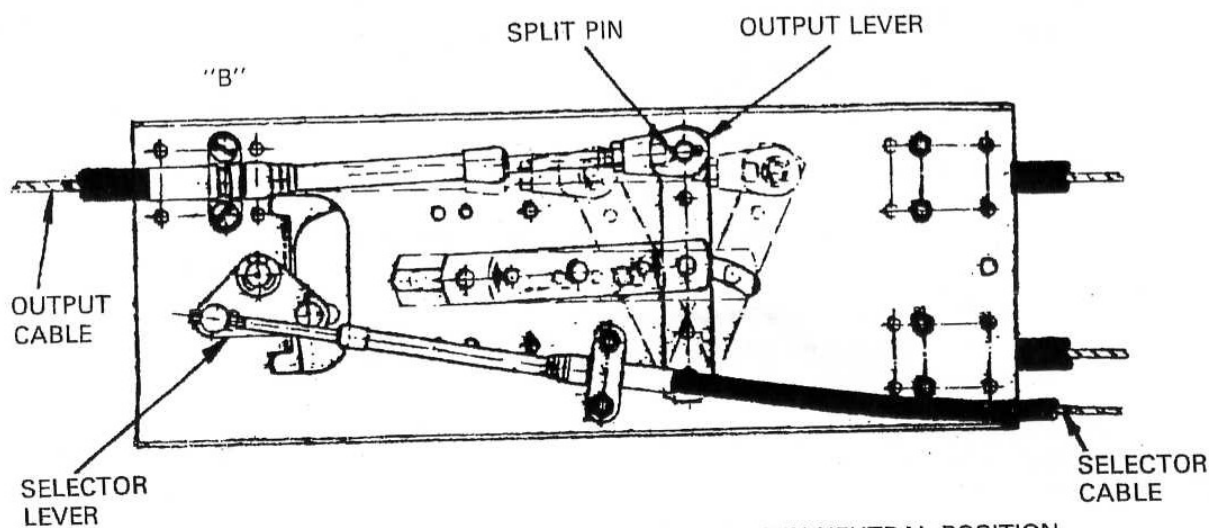

FIGURE 3. REAR VIEW OF UNIT IN NEUTRAL POSITION
- 4) Проложите исходящий трос Д/У от адаптера к рычагу реверса двигателя. Удалите шплинт с исходящего рычага. Закрепите исходящий трос Д/У в позиции «В», используя пластиковые колодки (plastic cable clamp) винты М5 и гайки, имеющиеся в комплекте (рис 3 и 2). Установите оставшийся наконечник с отверстием на трос, отрегулировав его таким образом, чтобы добиться необходимой величины его перемещения. Подключите наконечник к рычагу и зафиксируйте его шплинтом. Рисунок 3 показывает вид задней части адаптера.